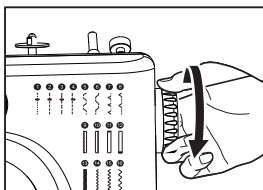

Fig.10
7. Cuando termine de coser, apague el interruptor, desenchufe el adaptador, gire el volante para subir la aguja del todo, levante el prensatelas y, a continuación, retire con cuidado la tela de la máquina de coser y corte el hilo con el cortahilos. (Fig. 10).